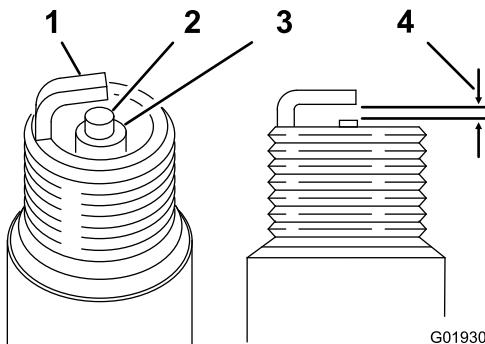

Figure 45
1. Examinez le centre de la bougie (Figure 45). Si le bec isolant est recouvert d'un léger dépôt gris ou brun, le moteur fonctionne correctement.
1. Contrôlez l'écartement entre les électrodes centrale et latérale (Figure 45) si l'écartement n'est pas correct.